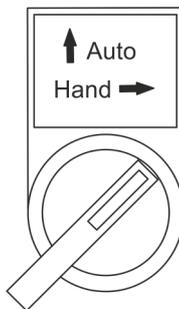

Abb. 56: Umschalter Auto/Hand
1. ➤ Umschalter für die Betriebsart (Abb. 56) in die Stellung *[Hand]* bringen.